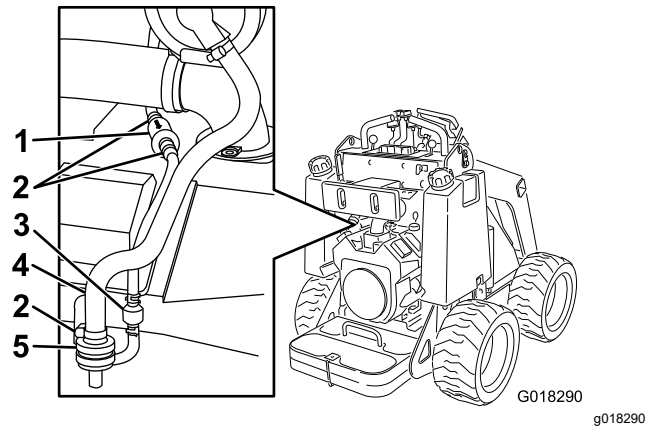

Figure 23
3. Desserrez le collier au dessus du filtre à air à charbon actif (Figure 23).
4. Déposez le filtre à air et mettez-le au rebut (Figure 23).
5. Installez un filtre neuf dans le flexible et fixez-le avec le collier (Figure 23).
3. Éloignez les colliers à ressort de flexibles situés de chaque côté du filtre à charbon actif du conduit de purge (Figure 23).
4. Déposez et mettez au rebut le filtre du conduit de purge (Figure 23).
5. Posez un filtre neuf dans le flexible en dirigeant la flèche vers le clapet antiretour et fixez-le en place avec les colliers (Figure 23).